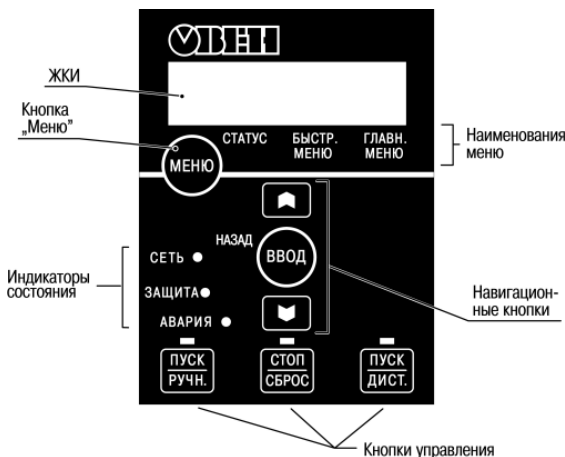

Рисунок 3.5 Локальная панель оператора:
- ЛПО1 - с поворотным потенциометром, рисунок 3.5(а) Поворотный потенциометр может функционировать в качестве органа управления местным (текущим) заданием, в режиме «ПУСК/РУЧН», либо в качестве программируемого аналогового входа, в режиме «ПУСК/ДИСТ».
- ЛПО2 – с электронным потенциометром на навигационных кнопках «[▲][▼]» (вместо поворотного потенциометра) в качестве органа управления местным (текущим) заданием в режиме «ПУСК/РУЧН», рисунок 3.5(б). В режиме «ПУСК/ДИСТ» кнопками можно выбирать странички ЖКИ.